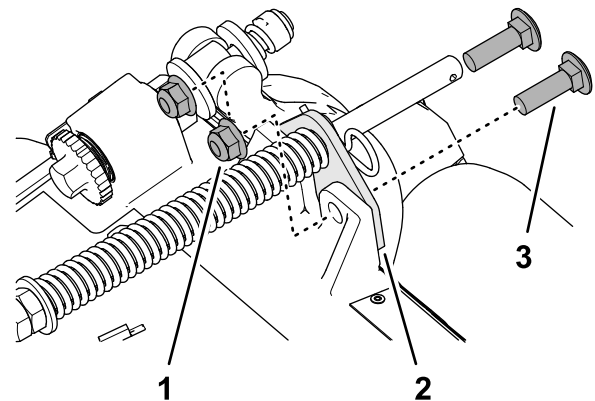

Рисунок 18
- Удалите 2 фланцевые контргайки (3/8 дюйма) и 2 каретных болта (3/8 x 1 1/4 дюйма), которые крепят кронштейн компенсатора состояния грунта к раме режущего блока (Рисунок 18).